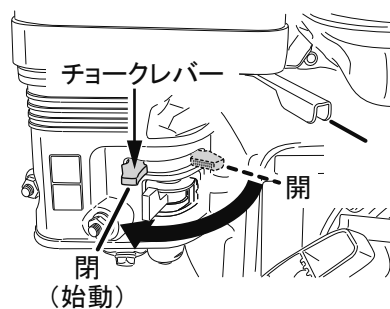

図 4
2. エンジンが冷えている時や始動しにくい場合はのチョークレバーを開けてください。必要以上にチョークレバーを全開のままにしておきますと燃料の吸い込み過ぎとなります。(図4)